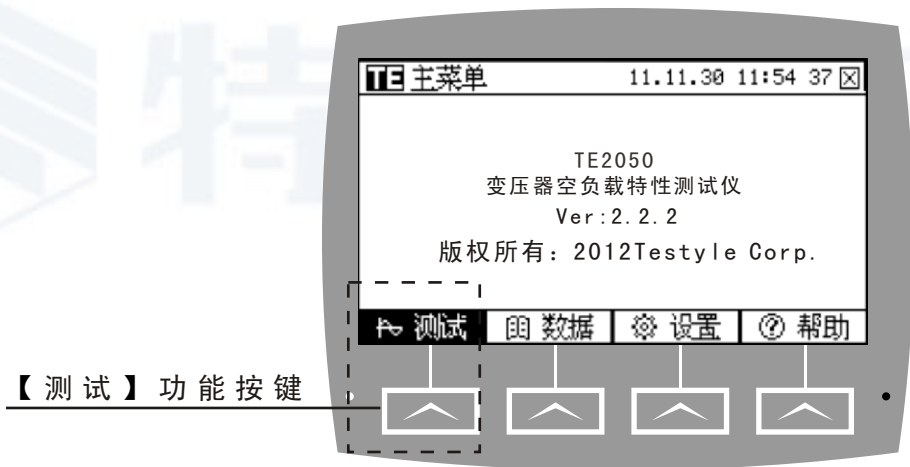

图1.3.3
如图1.3.3，按下【测试】功能按键后，测试功能生效。功能按键介绍请见第二部分详细介绍相关章节。
(2) 合上电源开关,显示主菜单后(见图1.3.3),按【测试】功能按键,进入测试参数设置界面(见图1.5.2),按【↑】和【↓】按键选择所要进行的实验,进入实验参数设置页面(图1.5.3),设置完毕后再次按【测试】开始测试。